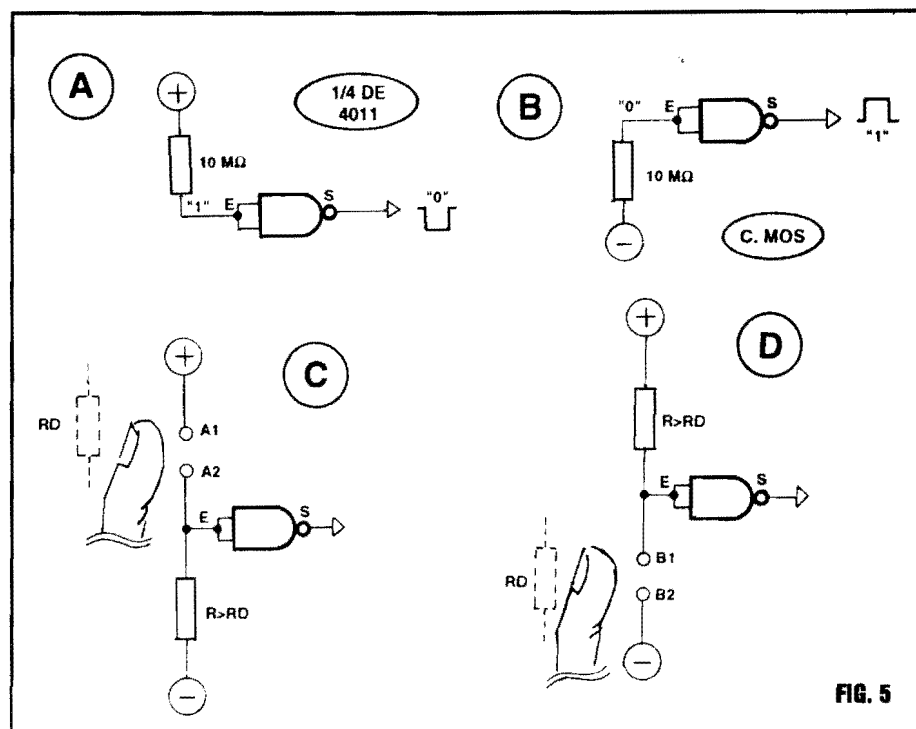

FIG. 5
- FIG. 5 - MAIS DADOS PRÁTICOS SOBRE OS VERSÁTEIS C.MOS - Um ponto que nunca deve ser esquecido (por isso mesmo repetimos tanto tal conceito...) é o que refere à super-elevada impedância de Entrada dos C.MOS, com o que a necessidade de Corrente para que elas "interpretem" corretamente os níveis ou "estados" digitais a elas aplicados, torna-se extremamente baixa... Como exemplo prático, observem o diagrama A da figura, onde juntamos as duas Entradas de um gate NAND (1/4 de 4011...) de modo a formar um bloco simples inversor (reveja a "Aula" passada, se já tiverem "esquecido"...). A Entrada E "verá" um nível "1" ou "alto", mesmo estando ligada ao positivo da alimentação através de um resistor de valor bastante elevado (no caso, 10M...). Mesmo a diminuta Corrente que "consegue atravessar" o resistor de 10M, no exemplo, é suficiente para determinar o desejado nível "alto" na referida Entrada, obtendo-se assim (pela ação inversora do bloco...) um nível "baixo" (ou "0"...). Na respectiva Saída... No item B da figura, temos um exemplo inverso, com a Entrada do gate perfeitamente "aceitando" um consistente nível "baixo", mesmo estando ligada à linha do negativo da alimentação via resistor de elevados 10 milhões de ohms... Na verdade, os requisitos de Corrente nas Entradas são tão "próximos de nada", que mesmo "enfileirando-se" - por exemplo - 10 resistores de 10M cada (maior valor comercial facilmente "encontrável"...), perfazendo um "baita" resistor de 100M, e ligando-o esse super-valor resistivo conforme exemplificam os diagramas A ou B da figura, teríamos rigorosamente o mesmo comportamento e "aceitação" dos níveis digitais...! É justamente graças a essa extrema sensibilidade de Entrada, que os gates C.MOS são facilmente utilizáveis para aplicações de sensoramento direto do toque de um dedo para comandos diversos...! Observem os dois diagramas, nos itens C e D da figura... Novamente exemplificando a "coisa" com um simples inversor "feito" pela unificação das duas Entradas de um gate NAND (1/4 de 4011...), notem que bastará "encostar" um dedo nos contatos